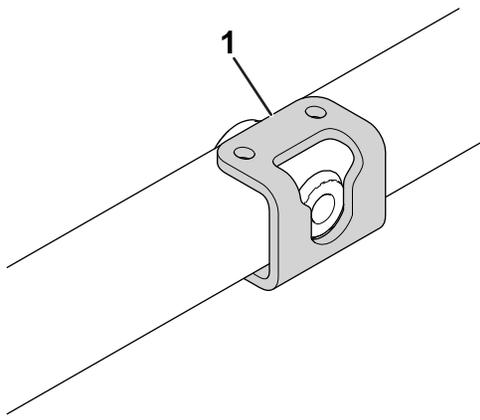

图 3
1. 将刀盘凹槽滑动到刀盘管图 3上使用管夹将刀盘凹槽固定到刀盘管上。